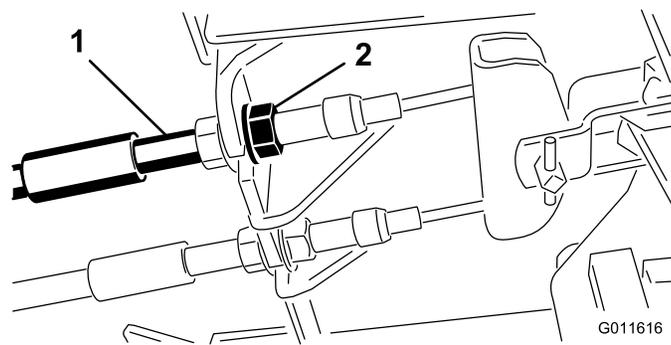

Figure 95
1. Pour réduire la garde aux pédales de frein, serrez les freins en desserrant l'écrou avant sur l'extrémité filetée du câble de frein (Figure 95).